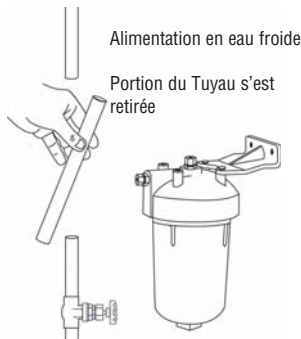

Figure 6
6. Couper le tuyau d'eau froide. Placer un récipient sous le tuyau pour recueillir l'eau qui pourrait s'écouler. (Figure 6)